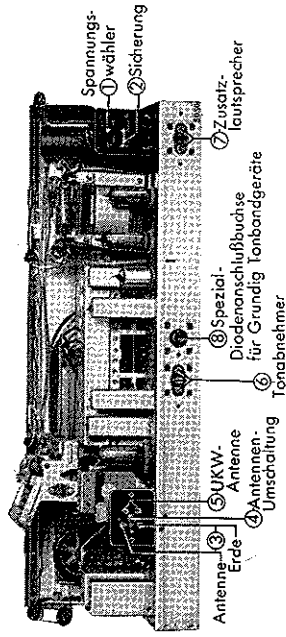

Abb. 2
Ihr GRUNDIG-Gerät 5050 W / 3 D ist ein Wechselstromgerät, umschaltbar für 110, 125, 160, 220 Volt. Im Werk wurde das Gerät für 220 Volt eingestellt. Sollten Sie eine andere Netzspannung haben, — Ihr Elektrizitätszähler zeigt es Ihnen am zuverlässigsten — so nehmen Sie bitte die Rückwand ab und setzen die Sicherung in den entsprechend bezeichneten Sicherungshalter ein (Abb. 2 ①). Bei 110 oder 125 Volt Betriebsspannung setzen Sie eine Sicherung von 1,2 A anstelle der vorhandenen 0,6 A und bei 160 Volt eine Sicherung von 0,8 A ein (Abb. 2 ②).
auf der Chassis-Rückseite (Abb. 2 ③) gestaffelt Ihnen, zwischen zwei Betriebsmöglichkeiten zu wählen:
für Antenne, Erde und den UKW-Dipol befinden sich auf der Rückseite des Gerätes (Abb. 2 ④ ⑤).
kann an der Geräterückseite angeschlossen werden (Abb. 2 ⑦). Der Anschluß ist niederohmig.
schließen Sie den Tonabnehmer oder Ihr GRUNDIG-Tonbandgerät mit abgeschirmten Zuleitungen an die dafür vorgesehenen Buchsen an (Abb. 2 ⑥) und drücken die Taste „TA“. Sie können sowohl Kristall- als auch magnetische Tonabnehmer verwenden. Starkes Nadelgeräusch wird gemildert, wenn Sie das Höhenregister nach links drehen.
also zum Festhalten Ihrer Liebblingssendungen mit einem GRUNDIG-Tonbandgerät für eine jederzeit wiederholbare spätere Wiedergabe, dient die Spezial-Diodenanschlußbuchse (Abb. 2 ⑤). Durch die besondere Art dieses Aufnahme-Anschlusses ist die Gewähr für vollkommen naturgetreue Aufnahmen gegeben, unabhängig von der jeweils eingestellten Lautstärke des Rundfunkempfängers.